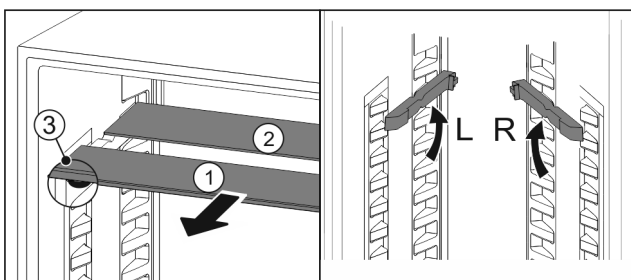

Fig. 35
▶ Extrageți Fig. 35 (1) pe rând plăcile de sticlă spre înainte.
▷ Placa de sticlă Fig. 35 (1) cu șipca decorativă se află în față.
▷ Opritoarele Fig. 35 (3) indică în jos.